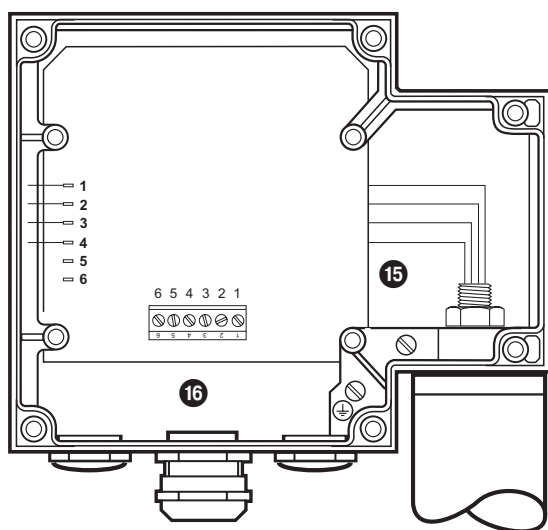

Fig. 14
2. Træk kabelskoene af pladebenene. **Fig. 14**
3. Løsn møtrikken ⑮ med en gaffelnøgle str. 19. Må ikke skrues af! **Fig. 14**